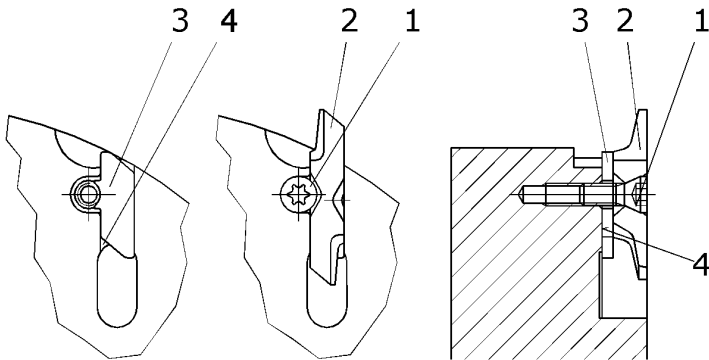

Abb. 3
(s. Abb. 3)
6. Gewendetes oder neues Vierkantmesser präzise einsetzen (s. Abb. 3).